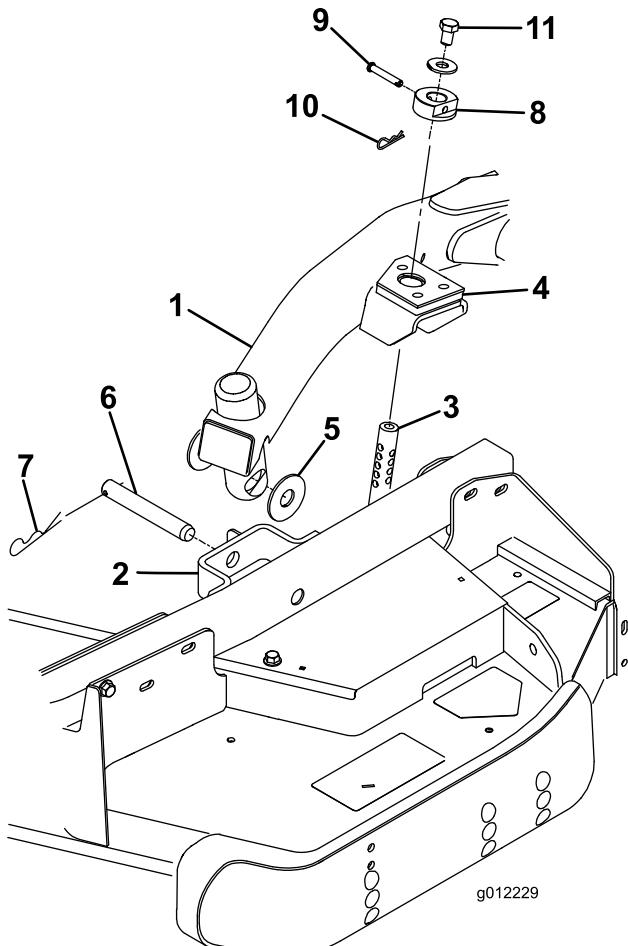

図 4
- 昇降レバーをフロート位置とする。昇降アームを押し下げて、昇降アームについている穴とキャスター・アームのブラケットについている穴を整列させ、昇降アームのパッドに刈高ロッドを挿入できるようにする(図 4)
- スラスト・ワッシャ 2 枚、クレビス・ピン、ヘアピン・コッターを使って、昇降アームをキャスター・アームに固定する。スラスト・ワッシャは昇降アームとキャスター・アーム・ブラケットの間に差し込む(図 4)コッター・ピンを、キャスター・アーム・タブのスロットに差し込んで固定する。
(図 4)できれば、クレビス・ピンの頭をデッキの前に向けておく。
- 刈高ロッドのそれぞれの上部に、ボルト (1/2 x 3/4 inch) とワッシャを取り付ける(図 4)。